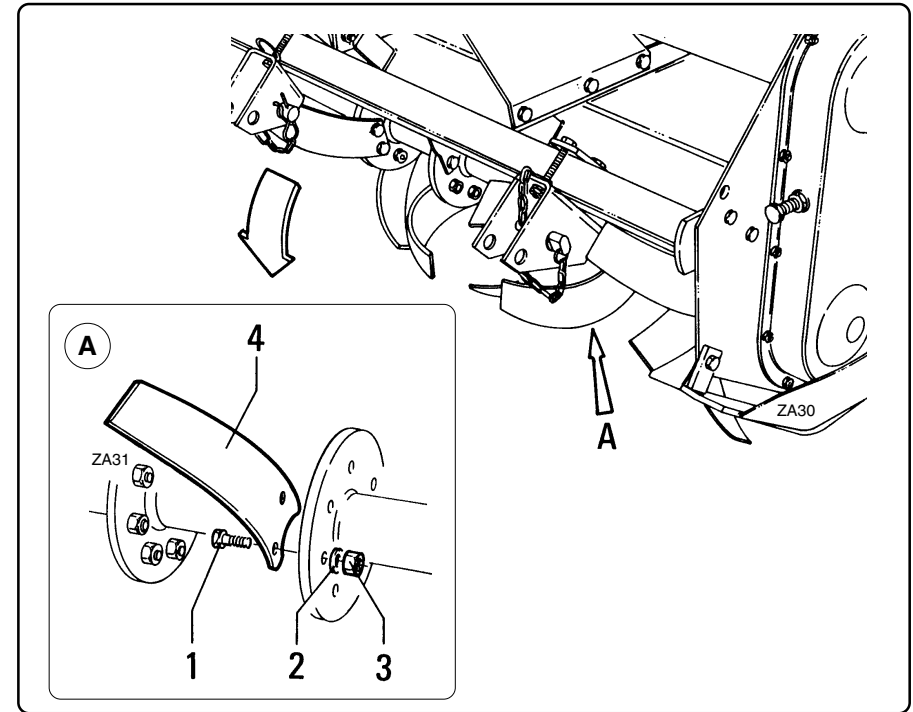

fig. 7.5.3
- Si les lames "4" fig. 7.5.3 sont endommagées, pliées ou usées, peu aiguisées ou risquent de se rompre pendant le travail, il faut les remplacer.
- *Wenn die Messer "4" Abb. 7.5.3 beschädigt, verbogen, verschliffen, nicht scharf sind oder einen solchen Zustand aufweisen, daß sie bei der Arbeit zu Bruch gehen könnten, sind sie zu ersetzen.*